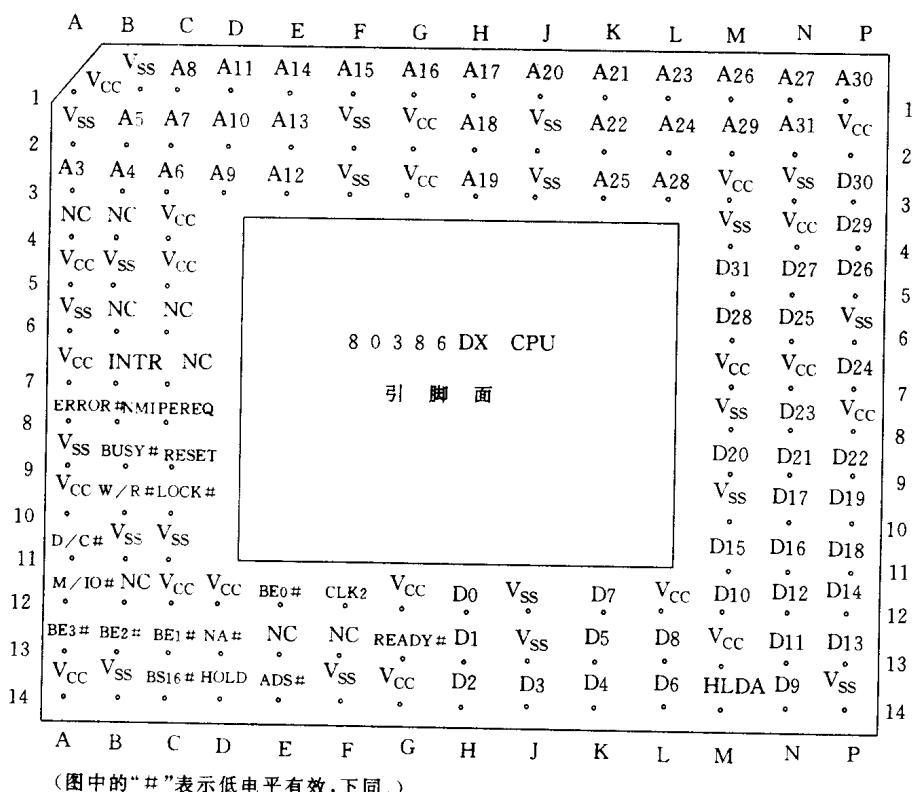

图2-4 80386DX CPU的引脚配置
(1)80386DX CPU共有132个引脚,采用PGA(Pin Grid Array,引脚网状排列)封装,引脚配置如图2-4。